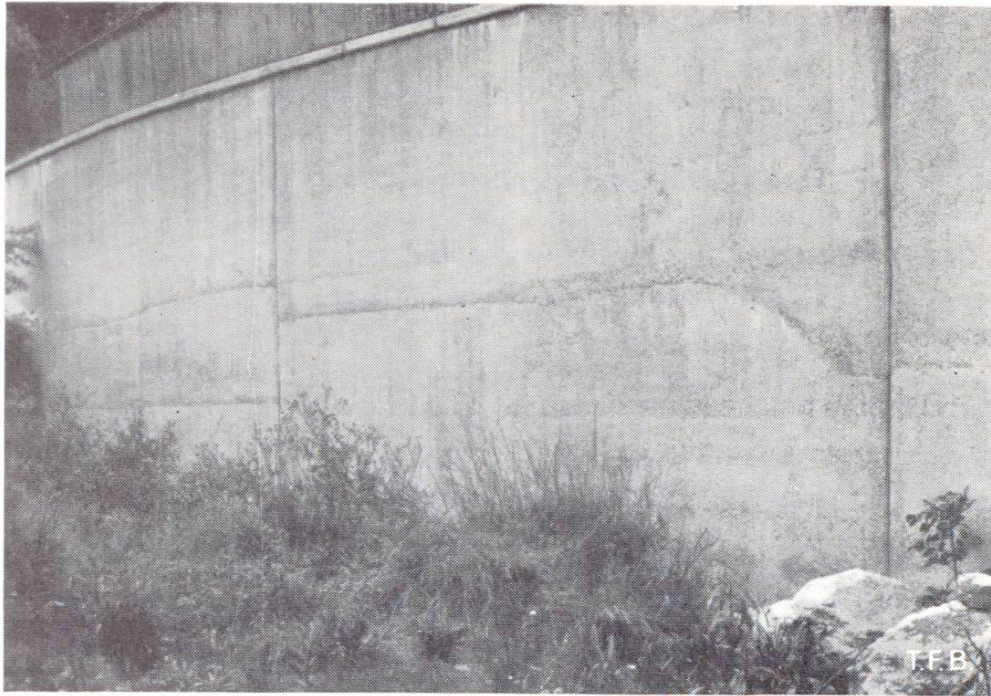

Fig. 6 Mur en béton avec joints de reprises obliques
- b. Pour les murs qui restent sans crépissage, il faut placer et vibrer le béton par couches horizontales successives et éviter de l'entasser d'un côté et d'arrêter le bétonnage suivant une ligne oblique du plus mauvais effet (fig. 6). En plaçant une simple latte de bois, on peut réaliser un joint de reprise très propre (fig. 7).